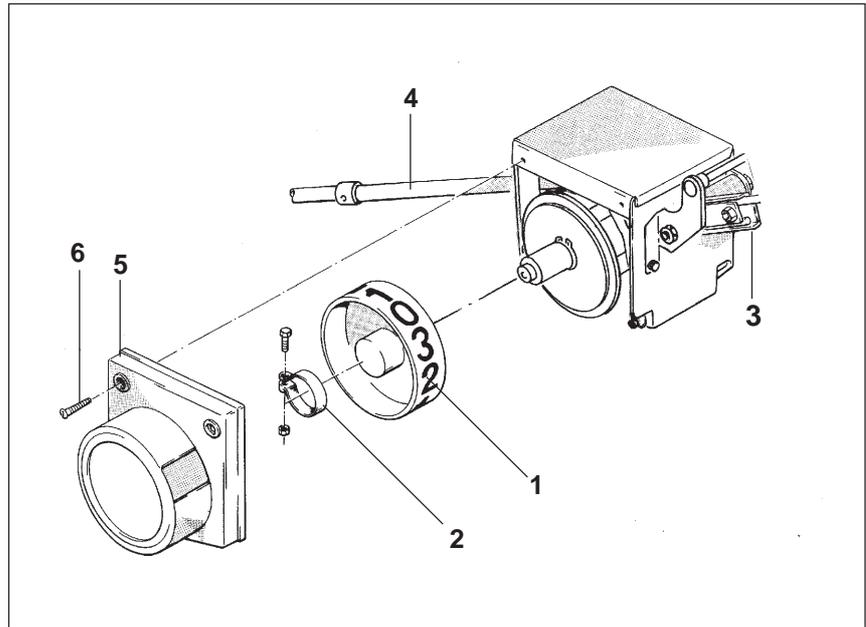

Fig. 26.58
- Pegar en la rueda indicadora (fig. 26.58/1) una nueva tira de control, tal como se indicaba en el aptdo. 26.11, y fijarla a la rueda divisora con ayuda de la abrazadera (fig. 26.58/2) que previamente se había aflojado.
- Accionar la palanca (fig. 26.58/3) hacia abajo tantas veces hasta que resulte accionado el tubo de unión (fig. 26.58/4) y mantenido en tracción. Separar la tapa protectora (fig. 26.58/5) de la caja de conexión y girar la rueda indicadora (fig. 26.58/1) hasta que aparezca el número "0" en el visor de la tapa protectora.
- Fijar firmemente la rueda indicadora (fig. 26.58/1) con la abrazadera (fig. 26.58/2) y fijar la tapa protectora (fig. 26.58/5) mediante dos tornillos de chapa (fig. 26.58/6).